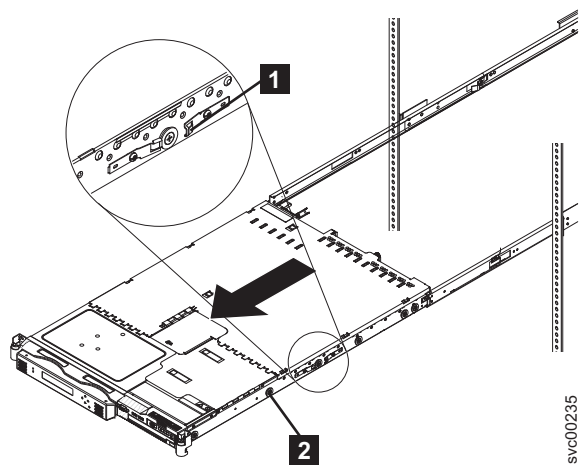

図 35. ラックからの SAN ボリューム・コントローラー 2145-8G4 の取り外し
4. これ以上はスライド・レールで保持されない時点に達したら、作業者自身がノードの重量を支える体勢を整えてから、SAN ボリューム・コントローラー 2145-8G4 ノードの両側にある後部スライド解放ラッチ (図 35 の **1**) を押します。